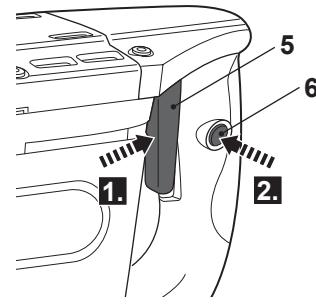

Fig. 4
- > Presione el interruptor de encendido/apagado (5) para encender el producto (Fig. 4).
- > Suelte el interruptor de encendido/apagado (5) para apagar el producto.
- > Presione el interruptor de encendido/apagado (5) para encender el producto y manténgalo en esa posición.
- > Presione el botón de bloqueo (6) para bloquear el interruptor de encendido/apagado (5) (Fig. 4). El interruptor de encendido/apagado estará ahora bloqueado para un uso en continuo.
- > Presione y suelte el interruptor de encendido/apagado (5) para apagar el producto.